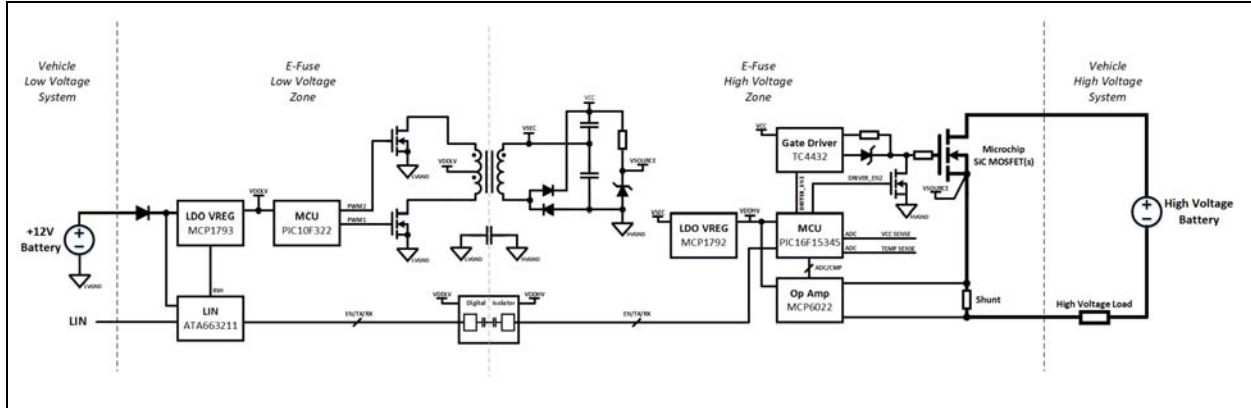

図 2-1: 高電圧補助 E ヒューズのブロック図
図 2-1 に、高電圧補助 E ヒューズの主要回路ブロックを示します。この回路は、互いに絶縁された 2 つのゾーン (低電圧 (LV) ゾーンと高電圧 (HV) ゾーン) に分割されています。LV ゾーンは、車両の 12 V システム (高電圧補助 E ヒューズ回路への給電用) と LIN ネットワーク (車両コントローラとの通信用) へ接続します。HV ゾーンは高電圧補助 E ヒューズ用マイクロコントローラ、ゲート駆動回路、高耐圧 MOSFET、保護回路を備えます。HV ゾーンは絶縁されているため、高電圧補助 E ヒューズはハイサイドまたはローサイドドライバ構成のシステムに接続できます。電源は LV ゾーンから絶縁されたバイアス電源 (プッシュプルコンバータ) を介して HV ゾーンに供給されます。LIN トランシーバ信号を絶縁バリアを横切って高電圧補助 E ヒューズ用マイクロコントローラへ伝送するために、デジタル型アイソレータを使います。